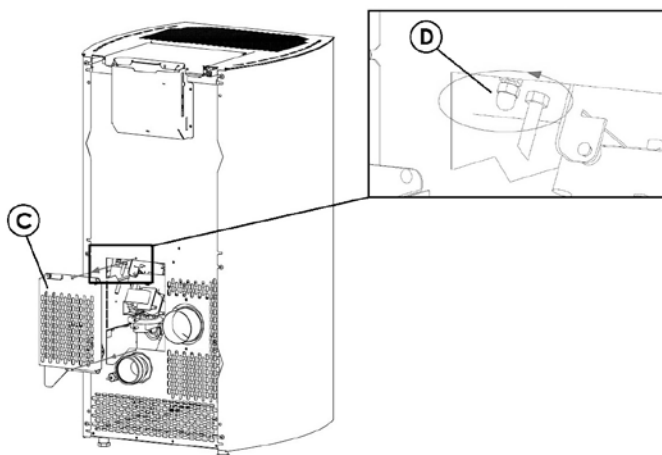

Fig. 27 - Abnehmen der Inspektionsabdeckung
- Inspektionsabdeckung "C" auf der Rückseite des Ofens abbauen (siehe Fig. 27).